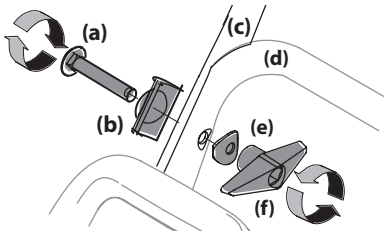

Figura 2-9
5. Inserte un tornillo del carro (a) desde el exterior a través de una lengüeta de la barra de control (b), las barras de control superior (c) e inferior (d), una arandela cóncava (e), y al interior de la perilla de aletas (f). Repita lo mismo en el otro lado. Ajuste las perillas de aletas (f) a cada lado de la barra de control. Consulte la Figura 2-9.